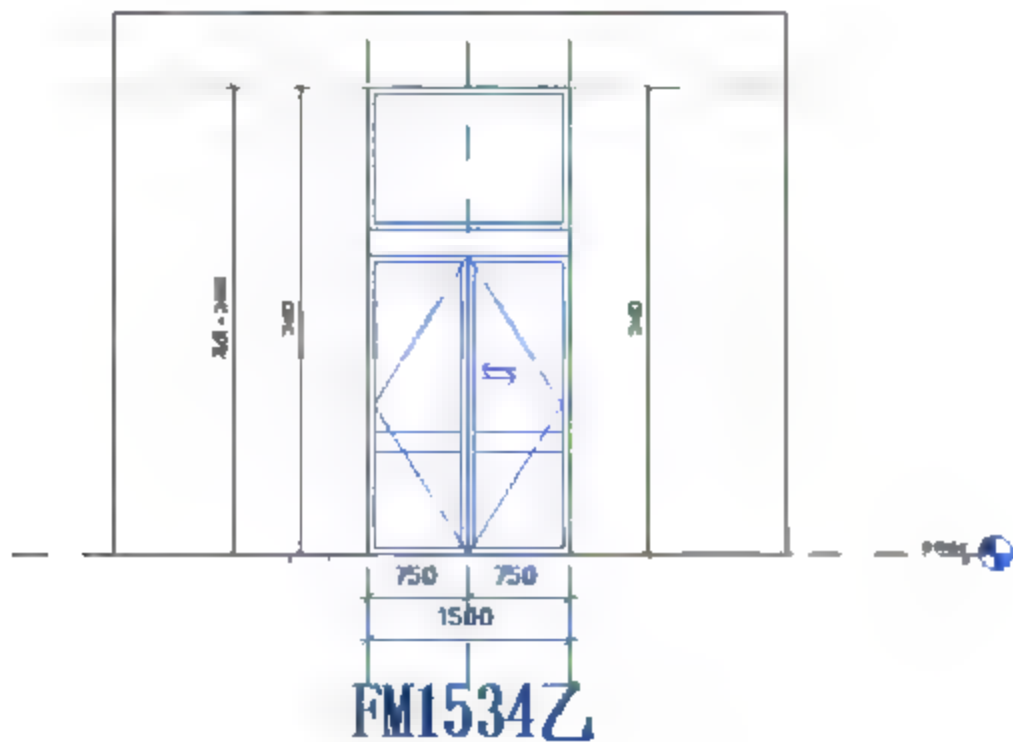

图 6.2.9 调整后的 FM1534 乙.dwg
(8) 调整 CAD 图形。选定导入的“FM1534 乙.dwg”CAD 图形,按快捷键 M+V,将“FM1534 乙.dwg”的导入 CAD 图形移动至如图 6.2.9 所示位置。